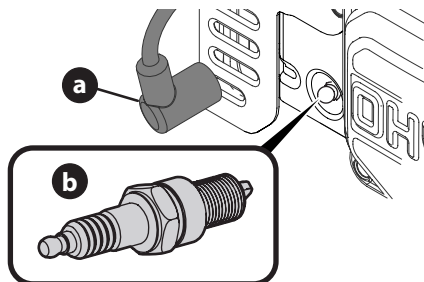

Figura 16
- Retire la funda de la bujía (a) y utilice una llave para bujías para extraer la bujía (b) (Figura 16).